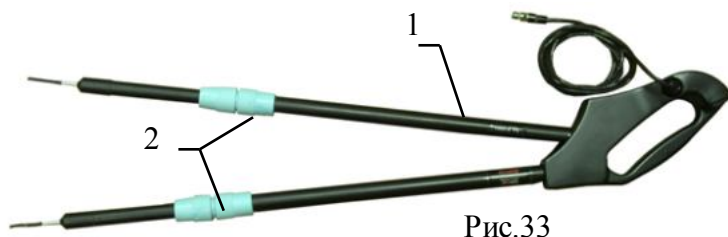

Рис.33
- 1) Перевести ДКИ-117 рис.33 из транспортного положения в рабочее: для этого выдвинуть и развести телескопические штанги (поз.1) с электродами на концах, освободив накидную гайку штанги (поз.2), выдвинув внутреннюю штангу до упора и затянув накидную гайку штанги. Чтобы развести телескопические штанги необходимо подвижную штангу (поз.1) переместить до упора вдоль оси, при этом штанга выйдет из фиксирующего положения. Развести штанги на угол 30° или 60° , отпустить штангу, которая под действием пружины зафиксируется в нужном положении. Среднее положение фиксатора соответствует углу 30° , крайнее - углу 60° . Максимальное расстояние между электродами соответствует максимальной чувствительности.